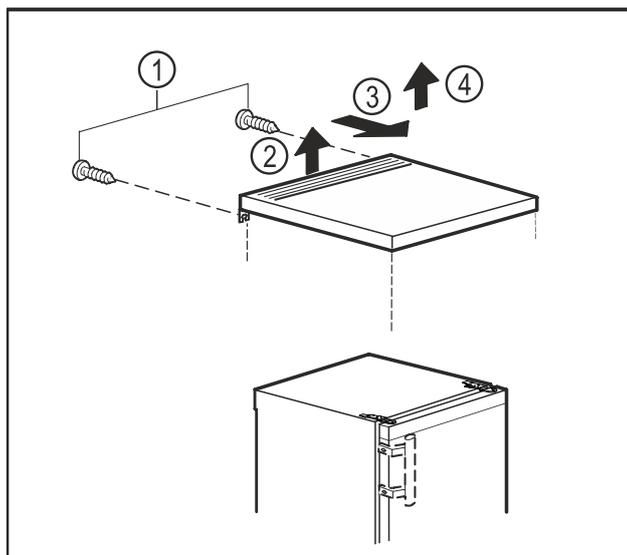

Fig. 10
- ▶ Retirar los tornillos de la parte posterior. Fig. 10 (1)
- ▶ Levantar el tablero en la parte trasera. Fig. 10 (2)
- ▶ Empujar el tablero hacia delante. Fig. 10 (3)
- ▶ Retirar el tablero hacia arriba. Fig. 10 (4)